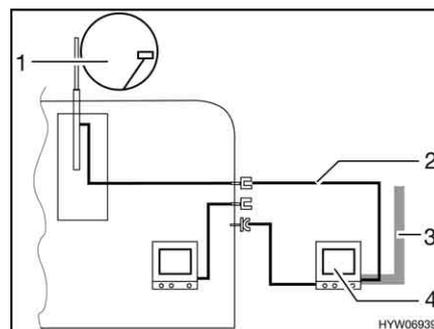

Fig. 157 TV nella tenda veranda
- TV nella tenda veranda (Fig. 157,4): Collegamento all'antenna del tetto (Fig. 157,1) con cavo di collegamento (Fig. 157,2)
- TV nella tenda veranda (Fig. 157,4): Collegamento a antenna esterna (Fig. 157,3)